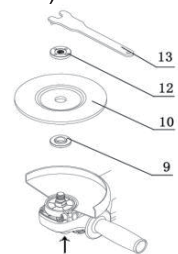
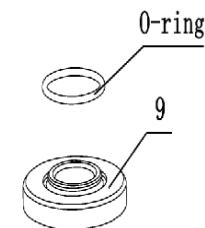

Figura 3
Figura 4
3) Montaggio della mola abrasiva o della mola da taglio: (Figura 3 e Figura 4)
A. Posizionare la flangia interna (9) sul mandrino assicurandosi che l'accoppiamento sia serrato;